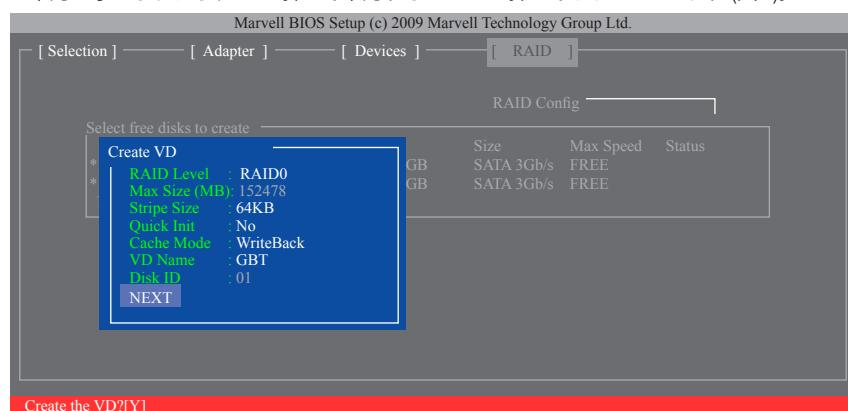

図 7
6. **NEXT:** 上の設定を完了した後、**NEXT** に移動して <Enter> を押しアレイの作成を開始します。確認を求められたら、<Y> を押して確認するか <N> を押してキャンセルします(図 7)。